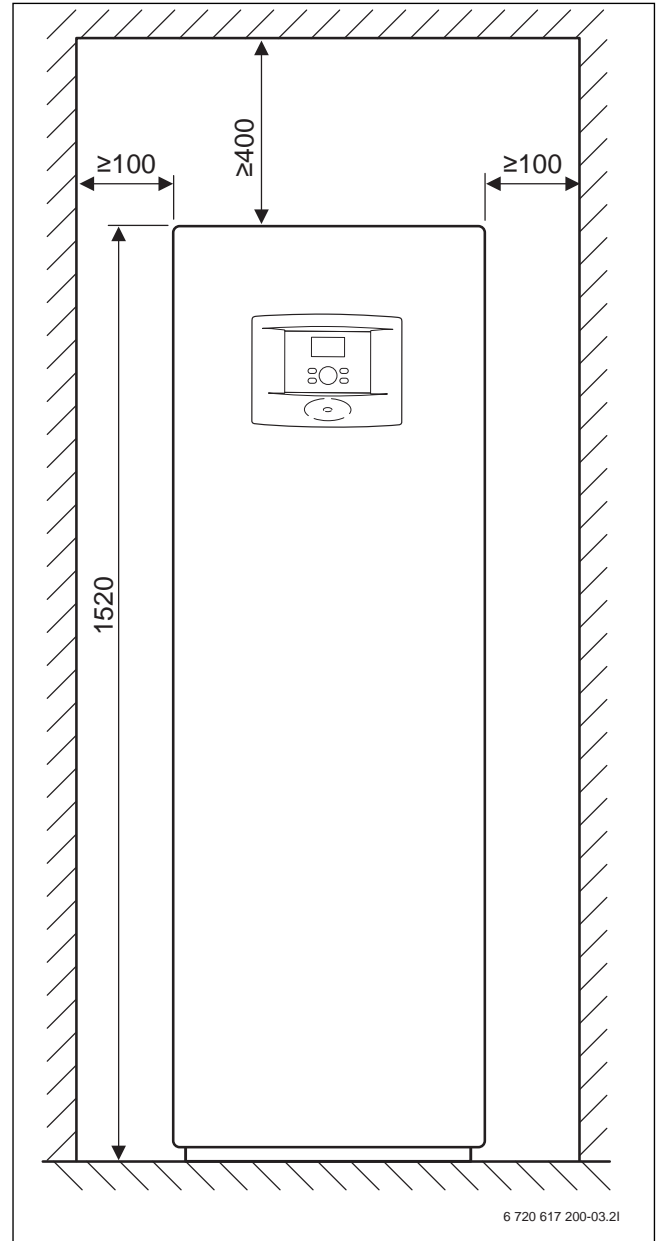

Bild 75 Mindestabstände der Wärmepumpen STE 60-1 ... STE 170-1 (Maße in mm)
- STE...-1 → Bild 75, Seite 85